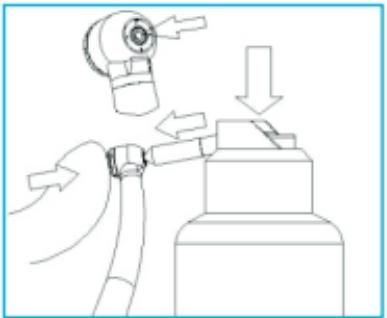

Fig. 9-1
- Die Innenflächen der Turbine mit einem für das Gerät zugelassenen Schmiermittel schmieren: Die Düse an den Schlauch der Sprühdose anschließen (Abb. 9-1), dann die Düse in den Antriebsluftkanal der Turbine schieben und den Sprühknopf 2–3 Sekunden lang drücken, bis das Schmiermittel aus dem Kopf austritt.